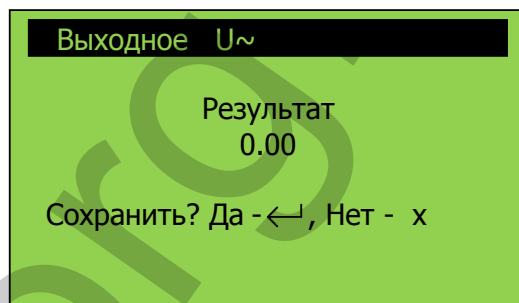

Рисунок 23 – Внешний вид окна «Выходное U ~ / Результат»
3.5.4.12 Нажать кнопку «← / ⊖», на графическом дисплее отображается окно подтверждения «Выходное U ~ / Результат» (см. рисунок 23). Вращая рукоятку регулятора напряжения проверить совпадение показания напряжения Аппарата (U) и киловольтметра (PV1) в нескольких точках.